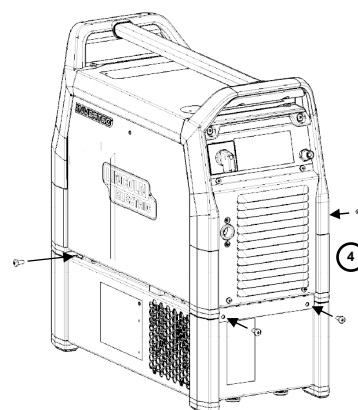

Bild 3
4. Skruva slutligen fast adaptermetallplåtarna på kylaren (Bild 3).